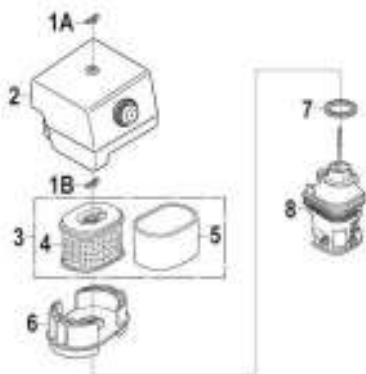

Рис. 38 Обслуживание воздушного фильтра
- Открутите барашковую гайку 1А и снимите крышку 2 воздушного фильтра (Рис. 38).
2. Открутите барашковую гайку 1В и снимите воздушный фильтр 3 в сборе (Рис. 38).
3. Проверьте целостность и чистоту фильтрующих элементов. Поролоновый (предварительный) фильтрующий элемент 5 установлен на корпусе бумажного фильтрующего элемента 4 (Рис. 38).
5. Произведите очистку основания 8, глушителя шума 6 и крышки 2 воздушного фильтра, не допуская попадания пыли и грязи в воздуховод, ведущий к карбюратору (Рис. 38).
7. Перед установкой воздушного фильтра убедитесь, что уплотнительное кольцо 7 воздушного фильтра находится на месте и не имеет повреждений (Рис. 38).